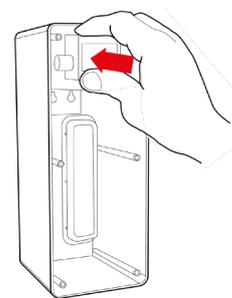

Fig. 1-4
18.5 – Riposizionare il contalitri in posizione, vedi Fig. 1-4.